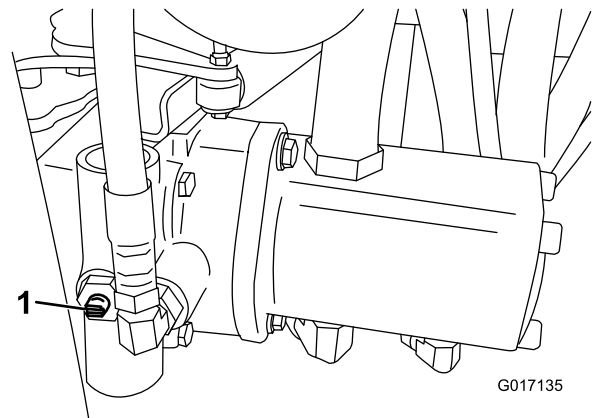

Figure 31
1. Localisez la vanne de dérivation sur la pompe et tournez-la jusqu'à ce que la fente soit verticale (Figure 31).
2. Avant de mettre le moteur en marche, fermez la vanne de dérivation (fente horizontale) (Figure 31). Ne mettez pas le moteur en marche quand la vanne est ouverte.